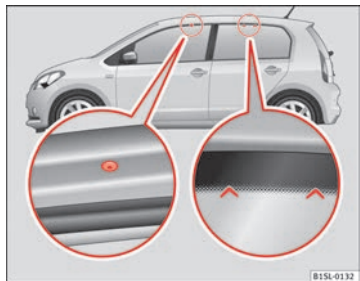

Abb. 72 Befestigungspunkte für Grundträger und Dachgepäckträger.
Die Bohrungen zur Befestigung vorn befinden sich an den Unterseiten der Dachholme und sind mit Kunststoffschrauben verschlossen ⇒ Abb. 72 (linke Lupe). Die Bohrungen sind nur bei geöffneter Tür sichtbar. Die Markierungen zur Befestigung hinten befinden sich oben auf den hinteren Seitenfenstern ⇒ Abb. 72 (rechte Lupe).
- Die Grundträger nur an den in der Abbildung gezeigten Markierungen befestigen ⇒ Abb. 72.